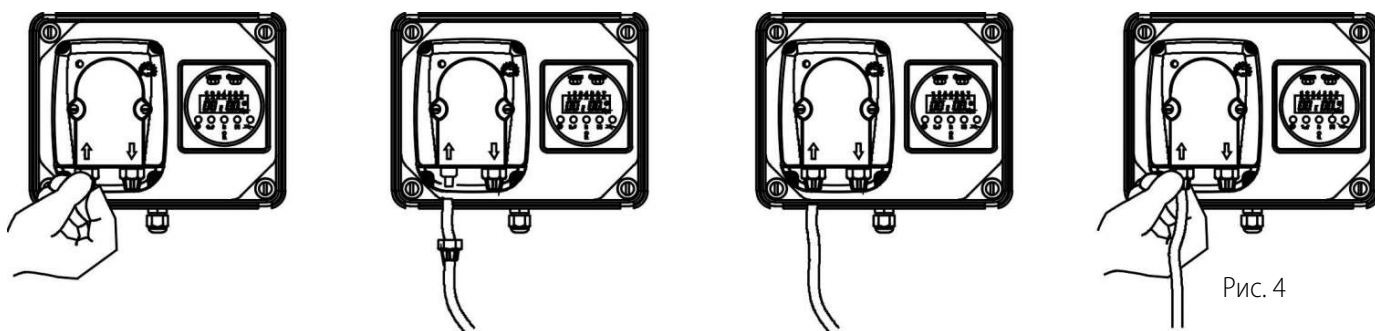

Рис. 4
1. Отсоединить пины от сетевой розетки или отключить питание двухполюсным выключателем с минимальным расстоянием между контактами 3 мм (Рис. 4)
d. – Пропустите шланг через гайку, одновременно проталкивая и вращая, вставьте шланг в коническое соединение ниппеля (зажим шланга), поворотом гайки зафиксируйте шланг. (Рис. 4)